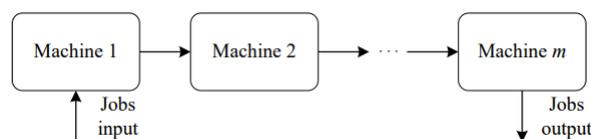

Figura 1.3 Esquema Flow Shop (Framinan et al., 2014).
- Taller de flujo regular (Flow Shop), cuyo esquema se muestra en la Figura 1.3